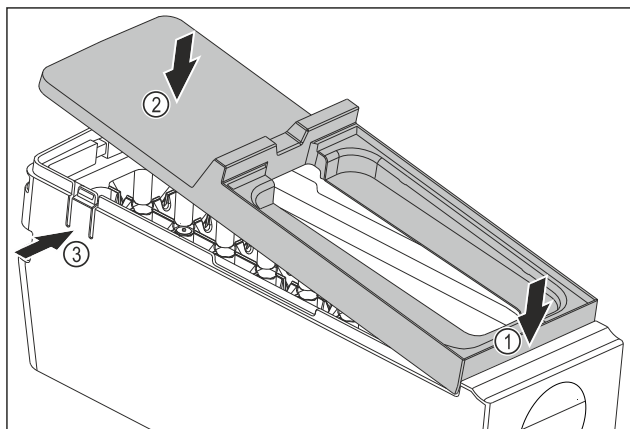

Fig. 124
- Встановіть кришку корпусу EasyTwist-Ice: Прикріпіть кришку спереду. Fig. 124 (1)
- Опустіть кришку ззаду. Fig. 124 (2)
- Кришка зі звуком фіксується в обох виступах Fig. 124 (3).